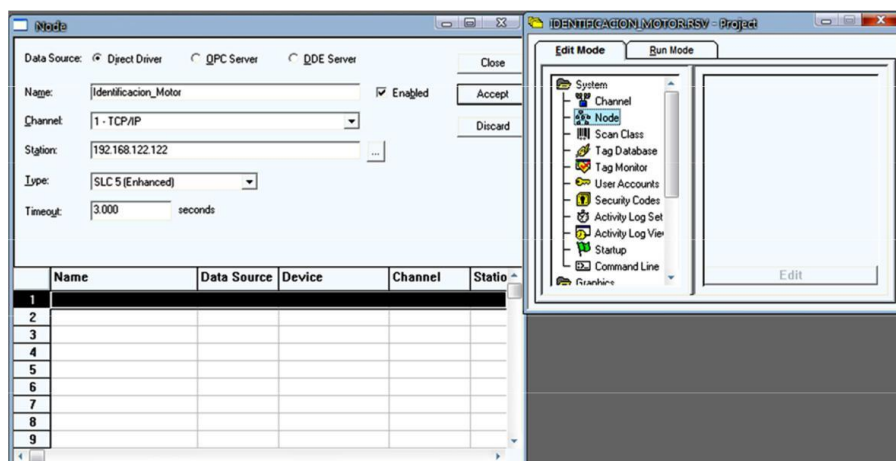

Figura 19. Verificación del NODO
- Debe verificar el nodo, para esto dar doble click sobre la pestaña node con lo cual se despliega la ventana Node y en la opción station pulse el botón con los tres puntos como se ve en la figura 19.